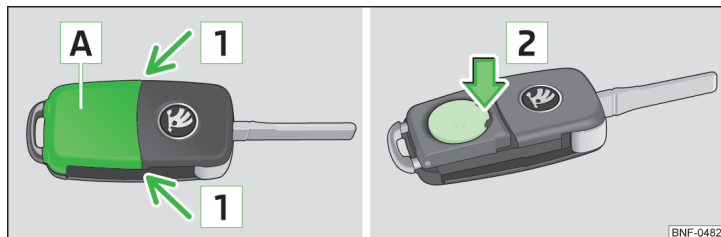

Fig. 119 Demontarea capacului / scoaterea bateriei
- Apăsați capacul bateriei **A** » fig. 119 cu degetul mare sau cu o șurubelniță cu vrf plat, în locurile marcate cu săgețile **1**.